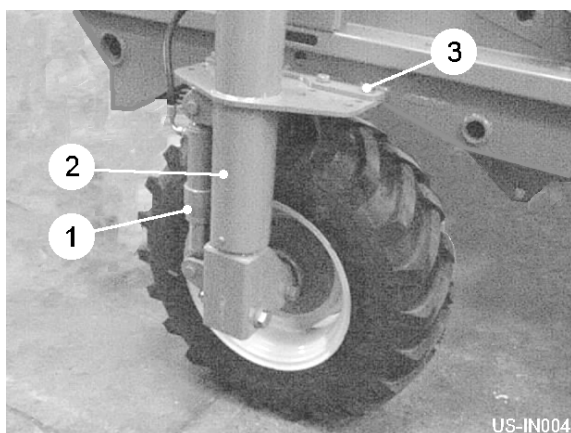
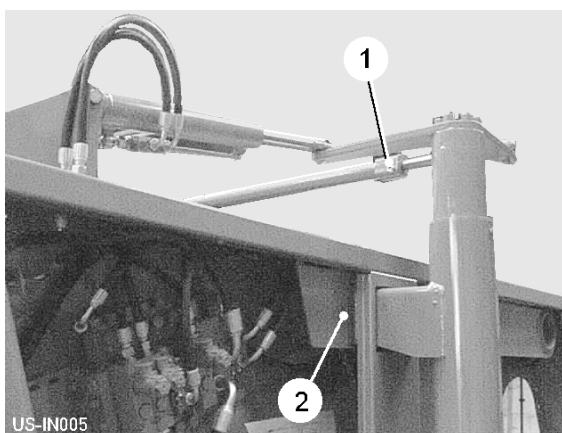

Fig 4
Fig 5
Hvert hjul bæres af en hjulsøjle (item 2, fig 4). Søjlerne har en top- og bundflangeplade, der indeholder en række fikseringshuller. Flytning af søjlerne ind eller ud justerer hjulcentrene, så de passer til den valgte sengebredde. Begge hjulben skal indstilles til de samme hulpositioner, så hjulene forbliver symmetriske omkring maskinens centrum. Løfteudstyr skal anvendes ved indstilling af hjulene.
Løsn sporstangens låsebolt (item 1, fig 5) og fjern monteringsboltene til flangepladen (item 3, fig 4 & item 2, fig 5). Brug løfteudstyr til at skubbe søjlen forsigtigt til den ønskede position. Monter monteringsboltene (item 3, fig 4 & item 2, fig 5) gennem det relevante hul i flangepladerne. Gentag proceduren for det modsatte hjul. Til sidst skal du indstille sporstangen til den korrekte længde og sikre ved hjælp af låsebolten. Sørg for, at alle møtrikker og bolte er strammet helt, når justeringerne er afsluttet.
Kontakterne mærket 'MACHINE LEVEL' betjener LH- og RH-nivelleringscylindrene (item 1, fig 4).